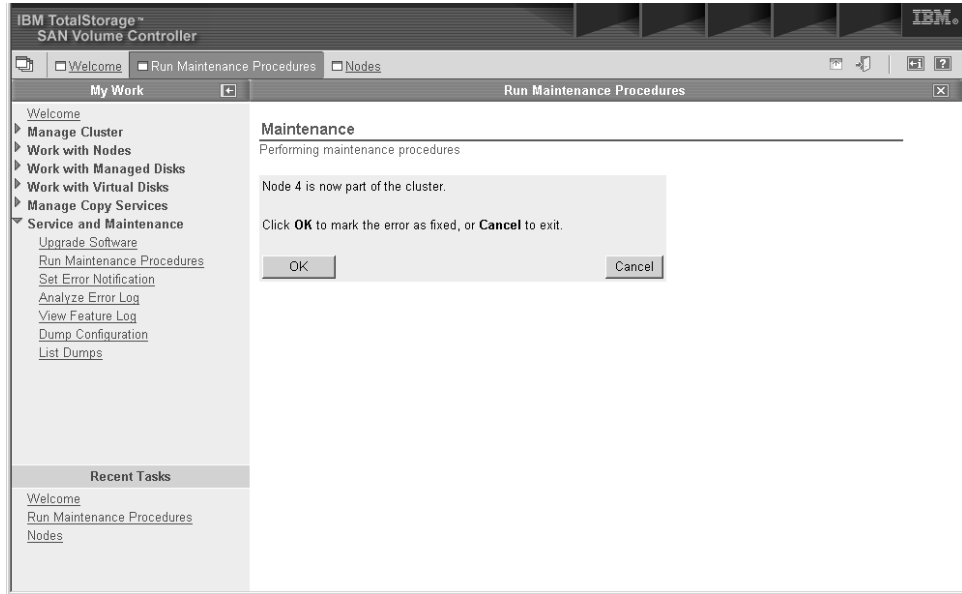

图 53. 修复操作所显示内容的示例
5. 现在可能显示一个或多个面板，指导您更换部件或执行其它修复活动。如果您此时无法完成这些操作，可以单击 **Cancel**。当返回到引导维护过程时，修复可以从头开始重新启动。当指导您执行的操作完成时，单击 **OK**。当最后的修复操作完成时，引导维护过程可能会尝试将出故障的设备恢复到群集中。图 53 为所显示内容的示例。